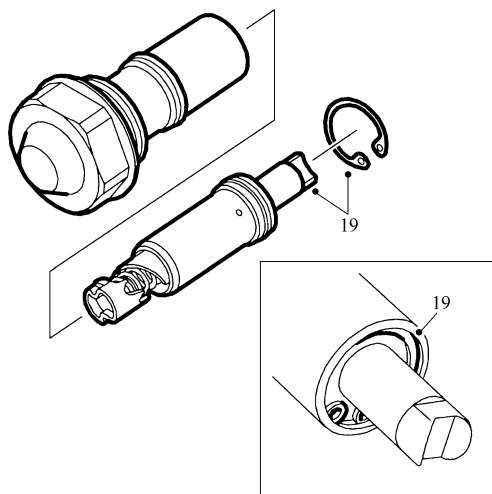

图 7-12 步骤 19) 操作示意图
19) 从链条张紧器上拆下锁止环, 拆下张紧器的柱塞, 如图 7-12 所示。